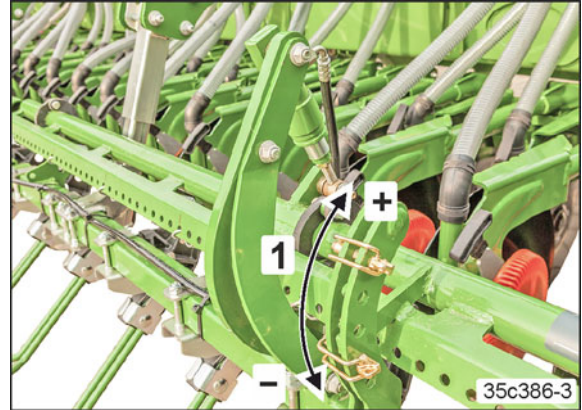

Fig. 191
2. Cu cât bolțurile se introduc mai sus în culisa de reglare (Fig. 191/1+), cu atât mai mare este presiunea greblei exacte.